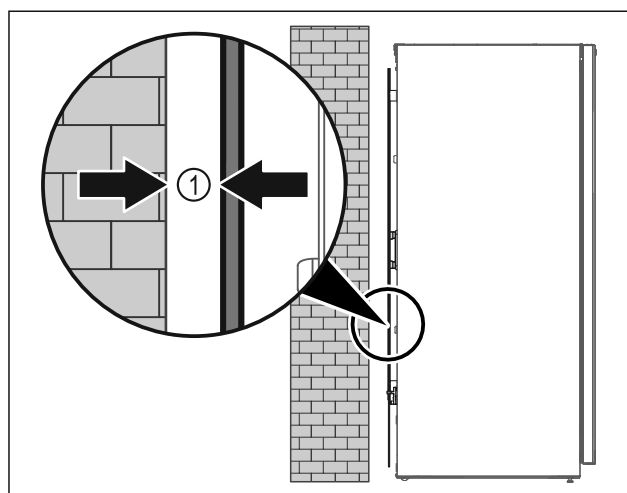

Fig. 37
- Posizionare l'apparecchiatura in un punto a piacere del locale (libera installazione) oppure addossato a una parete a una distanza minima di 5 mm Fig. 37 (1).